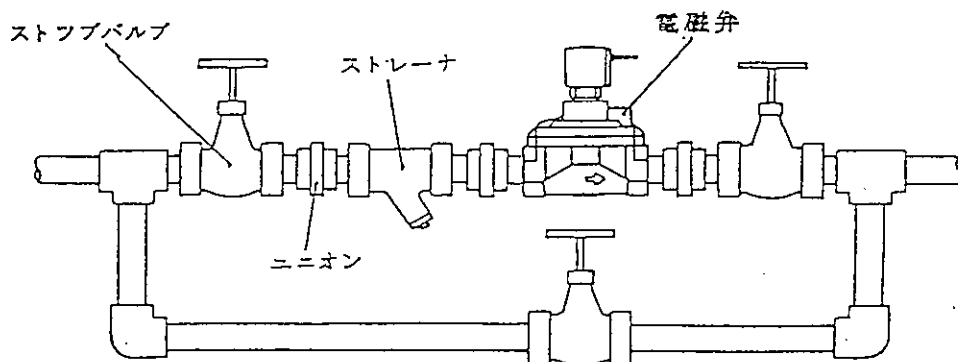

図8
- (7) 配管施工時には保守メンテ上バイパス回路を設置してください。(図8参照)